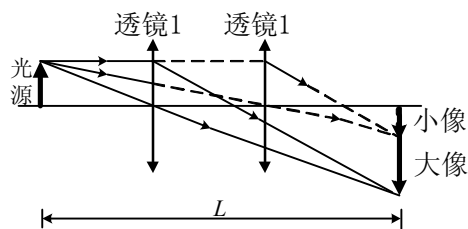

图 2 共轭法测量光路
(1) 粗调：在导轨上依次将光源、透镜 1 和观察屏靠拢放置，目测调节至各光学元件、光源的中心轴大致等高，并处于同一轴线上。
(2) 细调：根据透镜共轭法成像的特点和光路（图 2），固定光源和观察屏的位置（使 $L > 4f$ ），在光源和观察屏间插入透镜 1。轴向移动透镜 1，在屏上可依次获得放大和缩小的物像。两次成像时，若像的中心重合，说明光源与像的中心均在主光轴上；反之，说明物点不在主光轴上。此时可按使放大像的中心趋向缩小像的中心的调节法（大像“追”小像）反复调节透镜 1 的高度，使经过透镜 1 两次成像的中心位置重合，即将光源和透镜 1 调整至共轴等高的状态。将透镜 2 放置在透镜 1 后，调整其高度，使此时的物像与原像中心等高，即将光源和两透镜调整至共轴等高。